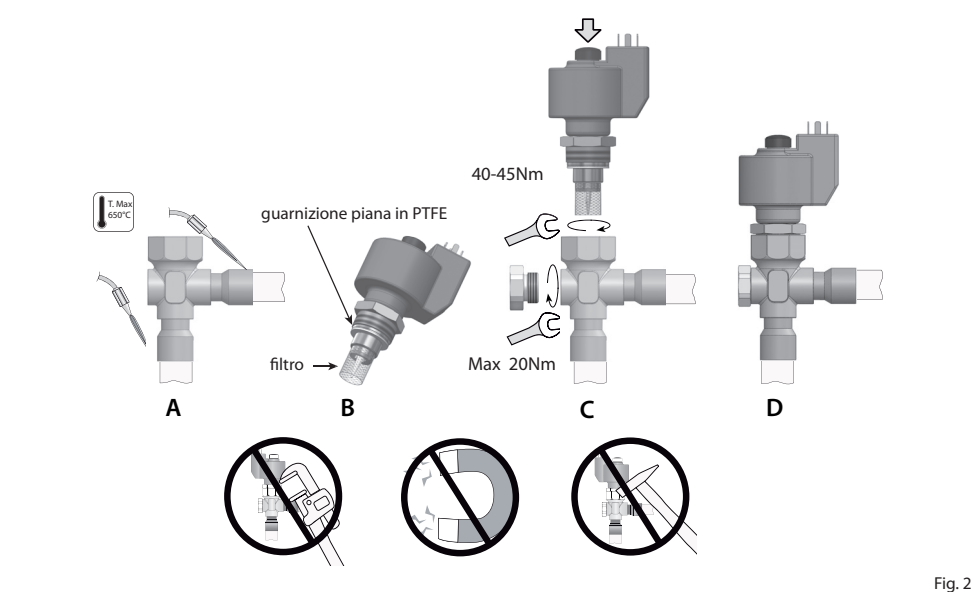

Fig. 2
Le valvole E2V-S devono essere saldate al circuito mediante brasatura dei raccordi in rame ai tubi di uscita condensatore (IN) e di ingresso evaporatore (OUT). Seguire la successione indicata in Fig. 2 procedendo in questo modo:
- Procedere alla saldatura orientando la fiamma verso l'estremità dei raccordi come da Fig. 2-A (per una migliore brasatura senza alterare la tenuta della zona di saldatura tra corpo e raccordi utilizzare lega con temperatura di fusione inferiore a 650 °C o con tenore di argento superiore del 25 %).
- Verificare che la guarnizione piana in PTFE sia presente e posizionata in sede (Fig. 2-B).
- Verificare che il filtro in rete metallica sia inserito sulla boccola di ottone (Fig.2-B). In caso contrario, posizionarlo come in figura e portarlo in battuta. **Attenzione! Utilizzare il filtro solo in mono-direzionale con ingresso del fluido dal raccordo laterale. In caso di utilizzo della valvola in direzione contraria, prevedere apposito filtro nel circuito, togliendo quello fornito.**
- Avvitare nel corpo valvola la cartuccia in acciaio sull'apposito alloggiamento filettato con una chiave a forchetta da 24. Serrare la cartuccia sul corpo valvola con una coppia di serraggio suggerita di 40-45 Nm (Fig. 2-D). Per favorire un più rapido assemblaggio della valvola, si consiglia di non smontare il motore dalla cartuccia. **Attenzione! Nel caso in cui lo stelo filettato fuoriuscisse completamente dalla sede di lavoro della cartuccia procedere secondo la seguente operazione:**
The E2V-S valves must be joined to the circuit by braze welding the copper fittings to the condenser outlet (IN) and evaporator inlet (OUT) pipes. Proceed as indicated in Fig. 2:
- Weld by aiming the flame at the ends of the fittings as shown in Fig. 2-A (for better braze welding without affecting the seal of the welded area between the body and the fittings, use alloys with a fusion temperature less than 650 °C or with a silver content above 25%);
- Make sure that the PTFE flat gasket is present in its seat (Fig. 2-B).
- Make sure that the metal mesh filter is inserted on the brass bushing (Fig.2-B). Otherwise, position it as shown in the figure and make sure it's properly in place.
- Tighten the steel cartridge in its threaded socket on the valve body using a 24 mm spanner. Tighten the cartridge on the valve body to a recommended tightening torque of 40-45 Nm (Fig. 2-D). For faster valve assembly, do not remove the motor from the cartridge.